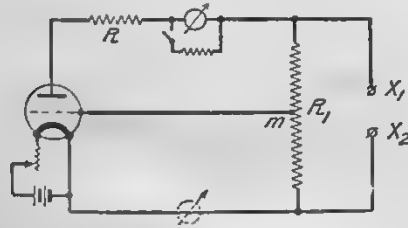

Рис. 12.
2) Поэтому катодный вольтметр, работающий по схеме (рис. 12) в вавине в Комитет по делам изобретений и патентов, Катодным вольтметром двойного действия».